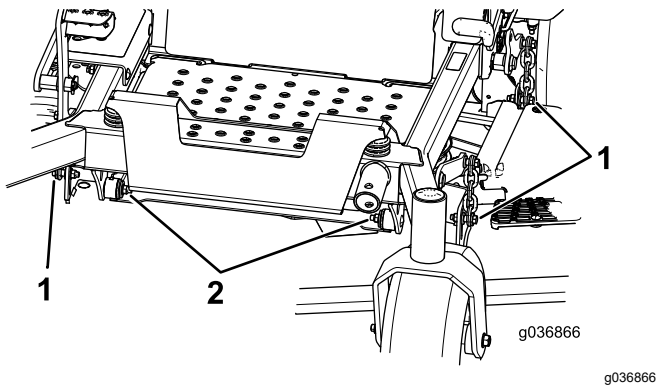

Figure 81
7. Enlevez et conservez les boulons et écrous de chaque côté de la machine (Figure 81).